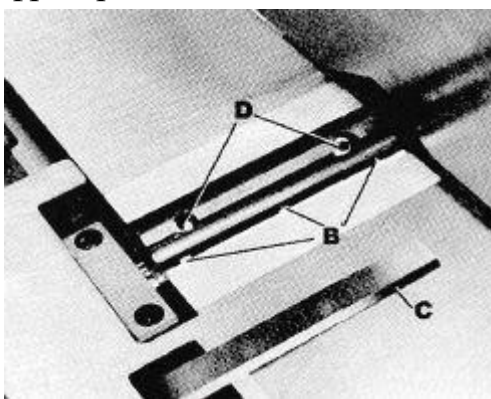

Рис. 41 Замена ножей
5. При демонтаже трех ножей с фрезерной головки опустите два блока подъема ножей, повернув два винта (D), Рис. 41, против часовой стрелки. Затем таким же образом опустите блоки подъема ножей в каждом из двух оставшихся пазов фрезерной головки.
6. При замене вставьте нож (С), Рис. 41, в паз во фрезерной головке, убедившись, что нижняя часть ножа входит в паз в блоках подъема ножа, и протолкните нож как можно глубже. ВНИМАНИЕ: Будьте осторожны при установке ножей, так как режущие кромки очень острые.
7. Затяните стопорные винты ножа (В), Рис. 41, повернув каждый против часовой стрелки ровно настолько, чтобы нож удерживался в нужном положении. Таким же образом замените оставшиеся два ножа.